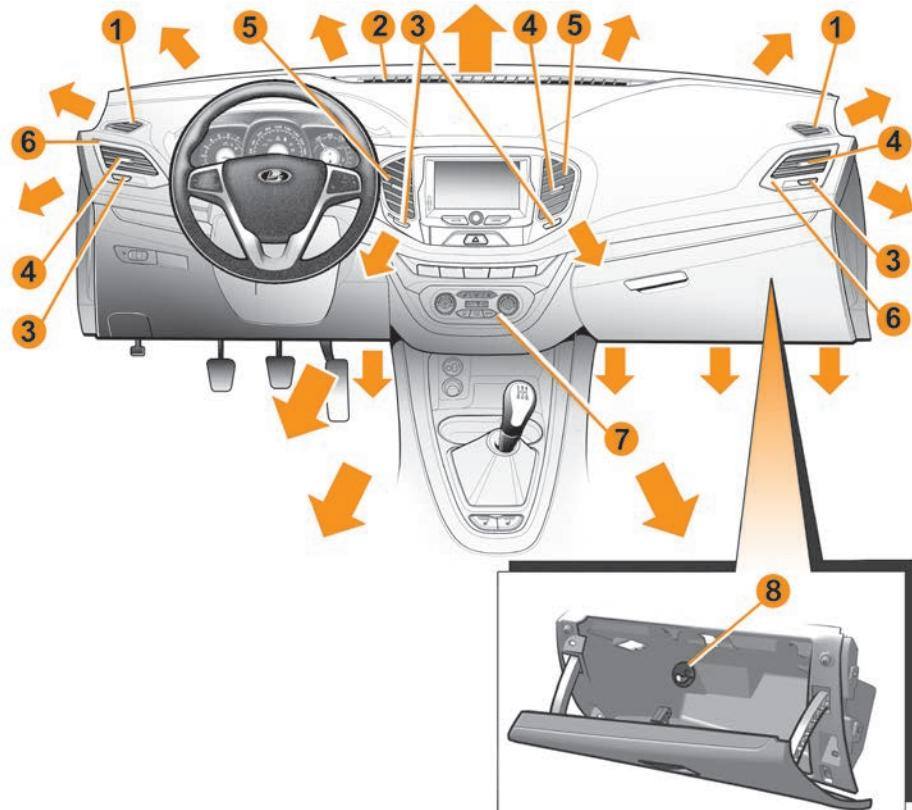

Рис. 3. Органы управления системой вентиляции и отопления салона
- 1 – сопла обдува (обогрева) боковых стекол (стр. 62, рис. 3);
**8** – поворотная заслонка воздуховода охлаждения вещевого ящика (рис. 3). Функция охлаждения доступна в автомобилях с климатической системой «Комфорт» и «Люкс».
**В тёплое время года** рекомендуется направлять воздух в регулируемые сопла **5** и **6** (см. рис. 3) на панели приборов для лучшей вентиляции салона. Установите среднюю или максимальную скорость воздушного потока для эффективного удаления избытков тепла из салона. Нажмите кнопку , установите комфортное направление потока воздуха из сопел с помощью рукояток регулировки **4**. Установите мини-